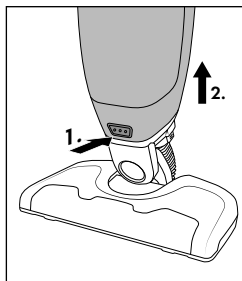

Fig. 7
- ♦ Tryk på oplåsningsknappen 12, og tag forsigtigt gulvmundstykket 14 af motorenheden 8 (se fig. 7).